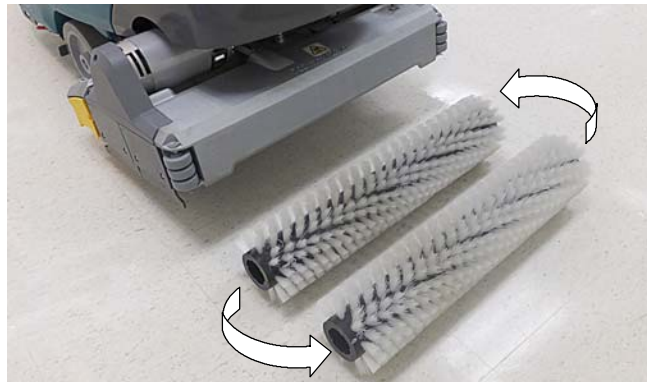

ABB. 66
2. Walzenbürsten – Bürsten von vorne nach hinten drehen (Abbildung 66). Wechseln Sie die Bürsten aus, sobald der Reinigungsvorgang nicht mehr effektiv ist.